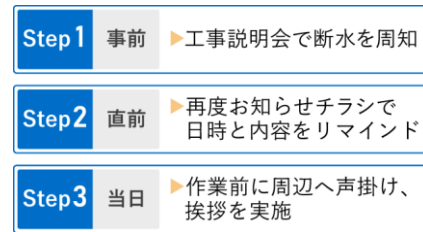

図 14 認知度を高める 3 段階周知
- ・断通水作業において、設計・施工 JV の渉外責任者と連携し、地元には事前に図 14 の３段階で、作業日時と内容を早期にかつ丁寧に周知し、作業への理解、協力を求めます。